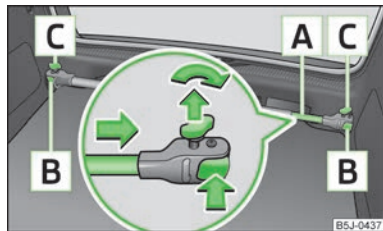

Fig. 53
- Slăbiți și extrageți puțin șuruburile de siguranță [C] » fig. 53, astfel se deblochează elementele de susținere [B].